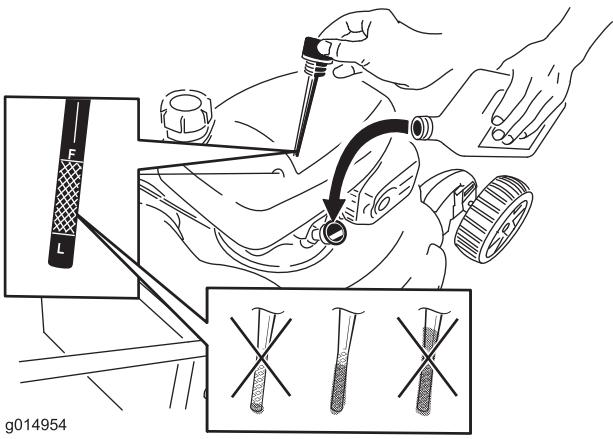

Bild 39
6. Nehmen Sie den Peilstab aus dem Öleinfüllstutzen (Bild 39).
- Nehmen Sie den Peilstab heraus und lesen den Ölstand ab, siehe Bild 39.
- Füllen Sie bei einem zu niedrigen Ölstand langsam etwas Öl in den Öleinfüllstutzen: Wiederholen Sie die Schritte 10 bis 12, bis der Ölstand richtig ist, wie in Bild 39 dargestellt.